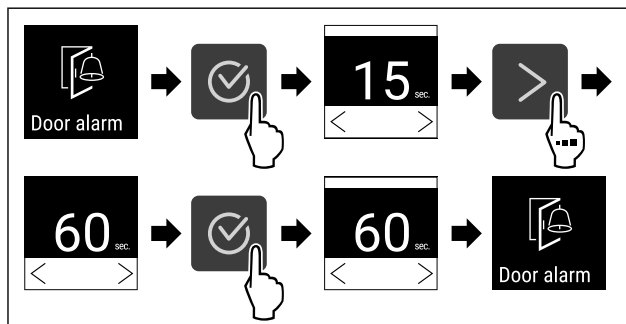

Fig. 120
- ▶ Eseguire i passi (vedere Fig. 120).